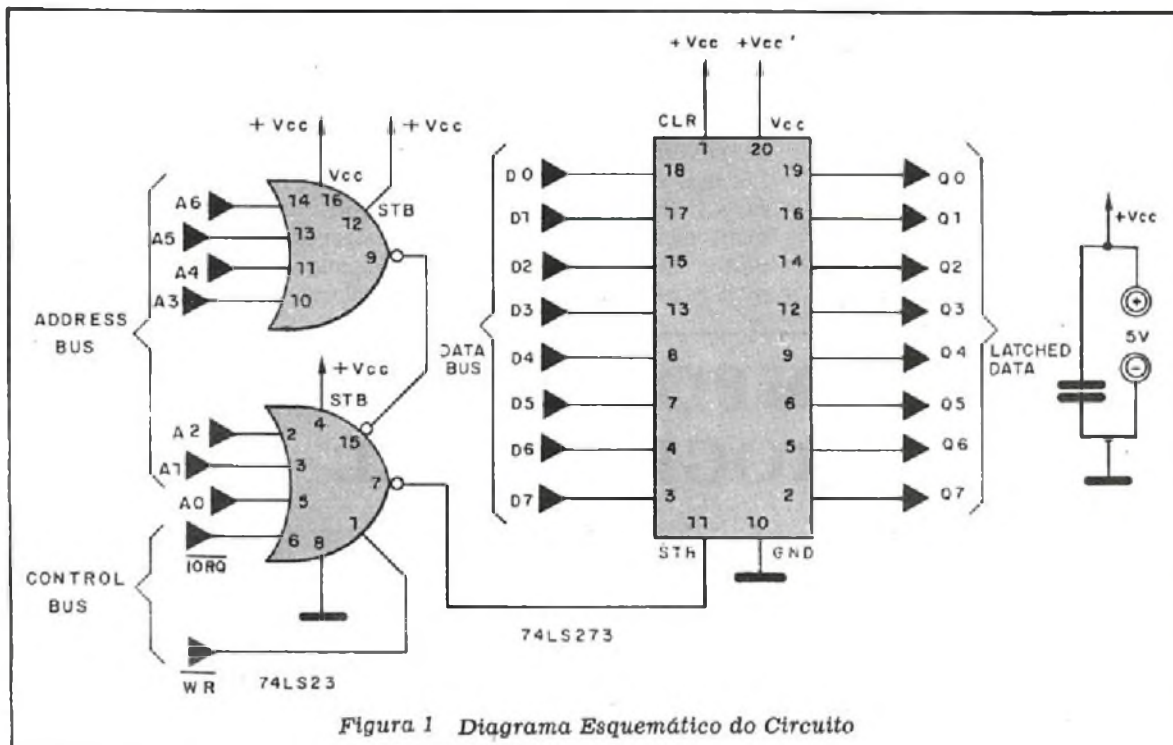

Figura 1 Diagrama Esquemático do Circuito
Como podemos notar, pelo diagrama na figura 1, o CI 74(LS) 23 é constituído por duas portas NOR expandíveis de 4 entradas. Na configuração em que ele se encontra no esquema, em suas entradas são aplicados os sinais da linha de endereços (Address Bus) do